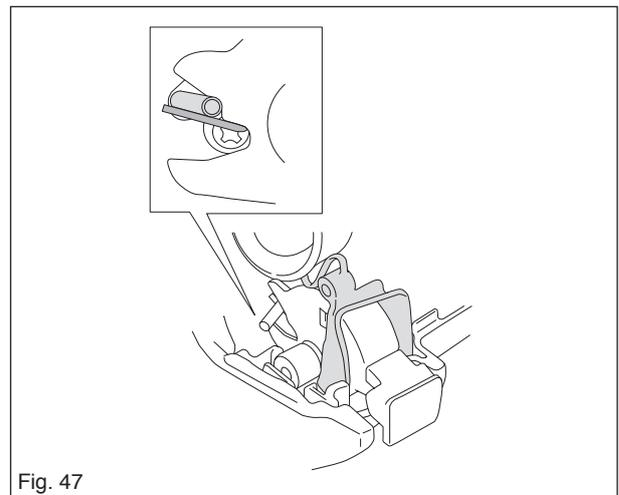

Fig. 47
- Le ressort doit être placé sous la goupille du starter sur le carburateur, voir figure 47.
- Le col en caoutchouc sur le bouton d'arrêt doit être sur le côté intérieur du fond du carburateur, voir figure 47.